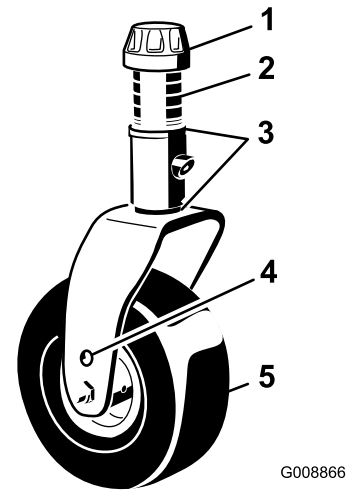

Figura 26
3. Ajuste los suplementos de 3 mm de las horquillas de las ruedas giratorias delanteras hasta que la altura de corte se corresponda con la marca de la pegatina (Figura 26); consulte Ajuste de la inclinación de la carcassa de corte \(página 59\).